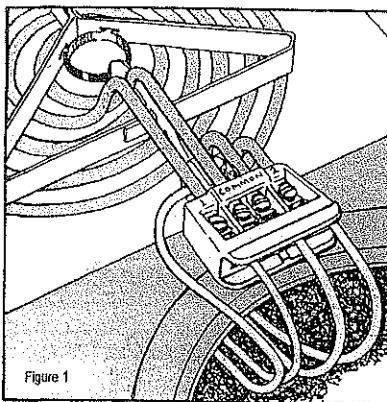

Figure 1
2. After protecting range top by laying paper on it, lift unit out of range top opening and lay back (upside down) on to range top. (See Figure 1)
- Après avoir recouvert le dessus de la cuisinière avec du papier, soulevez et tirez l'élément vers l'extérieur de manière à ce qu'il vienne s'appuyer (à l'envers) sur le dessus de la cuisinière. (Voir Figure 1.)